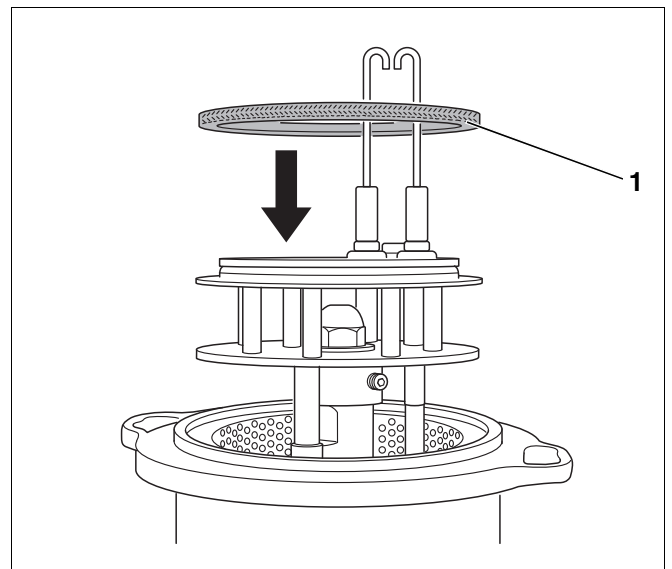

Abb. 53 Dichtung bei Brennertypen 55 bis 68 einsetzen
- Bei den Brennertypen 55 bis 68 wird die Dichtung (Abb. 53, **Pos. 1**) zunächst auf dem Mischsystem aufgesetzt.